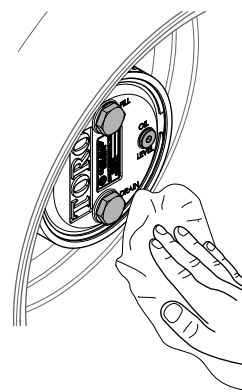

Figura 108
3. Limpie los alojamientos del freno y de los engranajes planetarios (Figura 108).